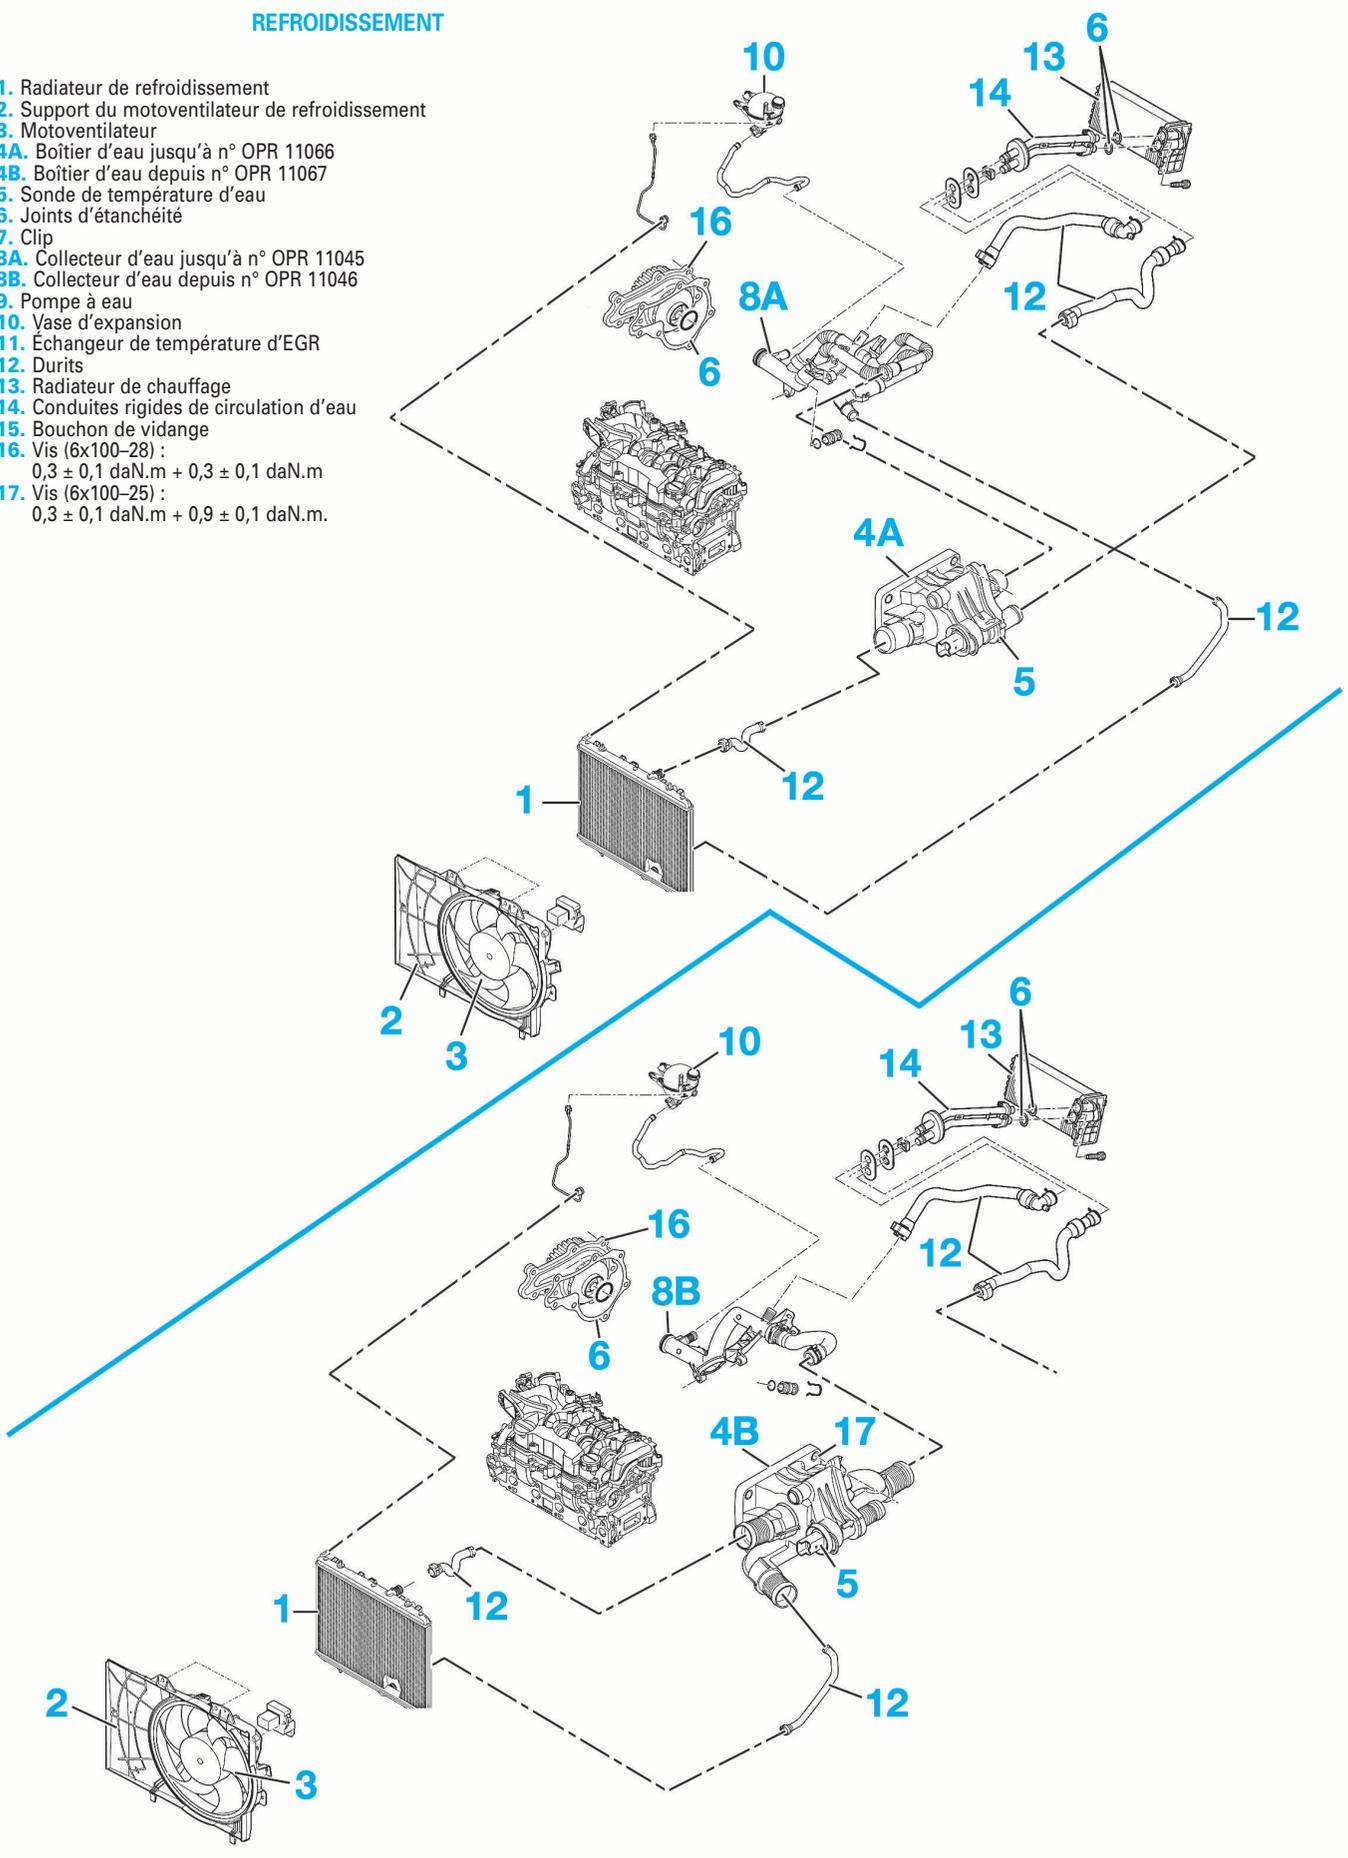

**FIG. 35**
- Remettre le bouchon sur le bloc moteur (3) et son joint neuf (3a).
- Placer l'outil [1] à la place du bouchon du vase d'expansion (Fig.35).